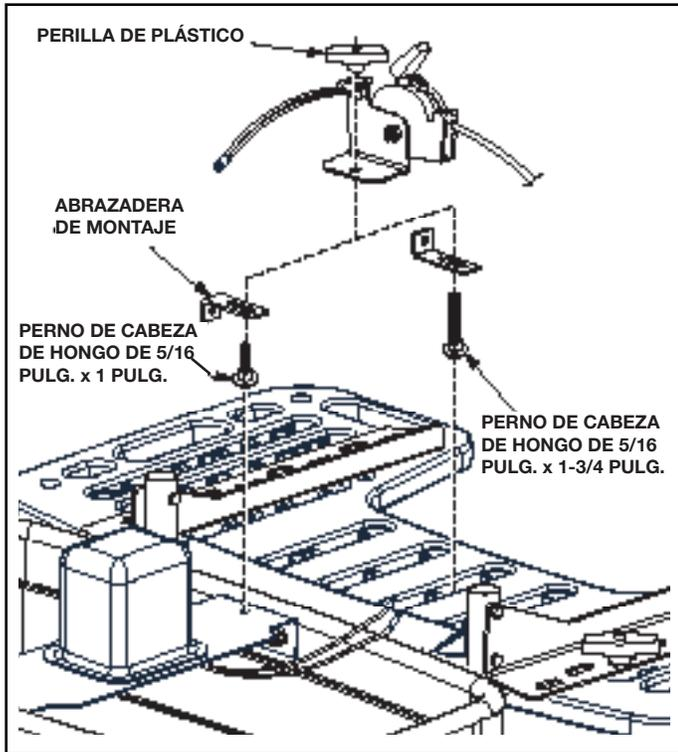

FIGURA 12
17. Una el control de flujo al soporte de montaje del motor sobre el esparcidor usando el perno de cabeza de hongo de 5/16 pulg. x 1 pulg., una abrazadera de montaje y una perilla de plástico. Véase la Figura 12.